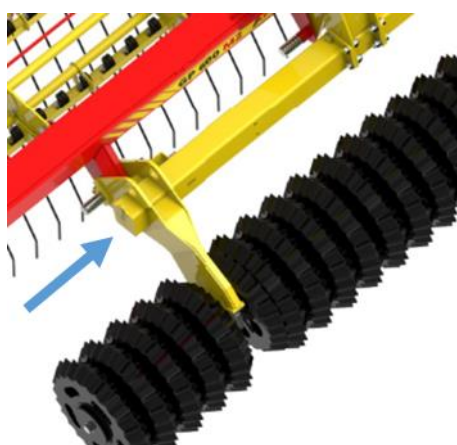

Рис. 27
4. Установите опорную стойку рамы катка, она расположена в раме катка сбоку (см. Рис. 27).